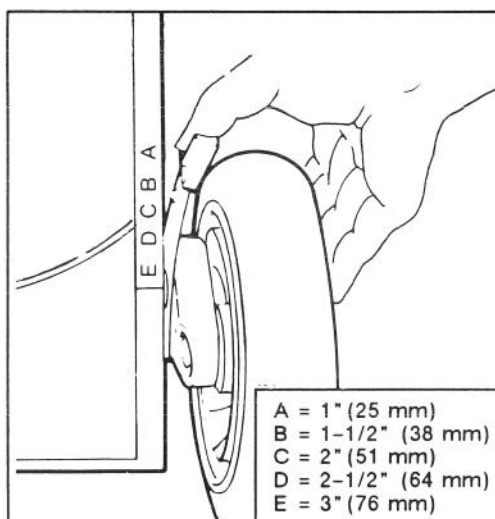

Figure 16
Cinq lettres moulées dans le carter représentent chaque augmentation progressive (Fig. 16).
2. Pour faire le réglage plus facilement, soulevez le carter de façon que la roue ne touche pas le sol. Ne pas placer les doigts sous le carter pour soulever la tondeuse. Serrez le levier de réglage vers la roue et déplacez à l'ajustement désiré (Fig. 16). Assurez-vous que la cheville du levier de réglage s'engage dans l'encoche du carter. Réglez toutes les roues à la même hauteur.